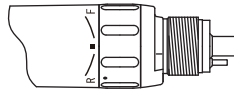

図 4
- 2) 逆回転させる時は、正逆切替リングをR側へ回します。(図4)